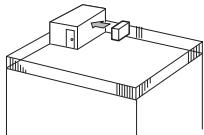

Fig. 2-3
① Расположите прибор так, чтобы выходное отверстие было направлено к самой близкой из доступных стен на расстоянии около 35 см от стены. (Fig. 2-3)